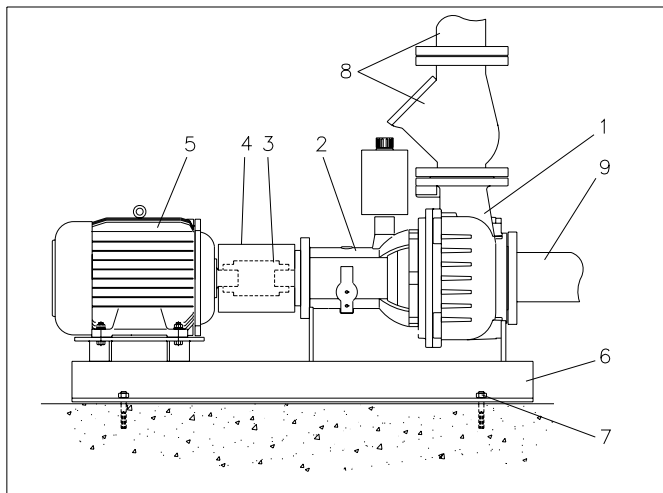

Fig. 7.1
Horizontale opstelling op grondplaat. Zie fig.7.1.
- de grondplaat wordt verankerd aan de fundatie d.m.v. de 4 bevestigingsgaten zie fig.7.1 pos.7.
Verwijder de beschermkap, zie fig.7.1 pos 4.